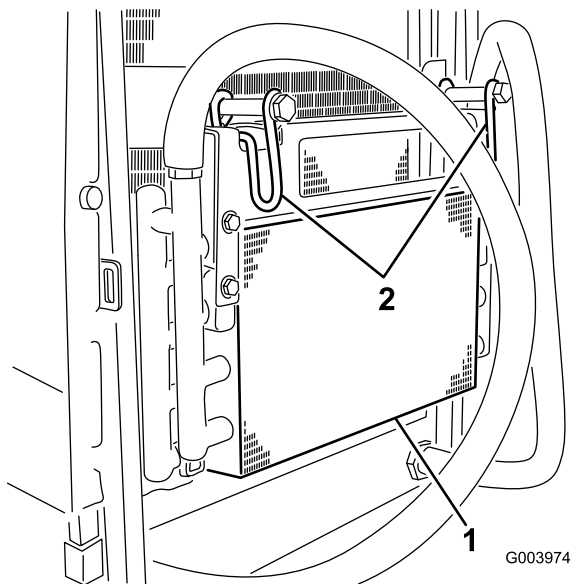

Figura 69
5. Gire los cierres hacia dentro para liberar el enfriador de aceite (Figura 69).